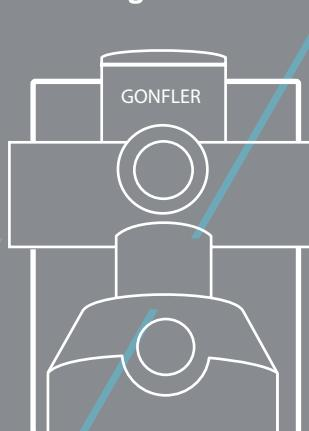

Figure 3.
- Pour utiliser la pompe pour le gonflage, fixez le tuyau en tournant dans le sens des aiguilles d'une montre sur la sortie d'air de la pompe étiquetée inflate - **Figure 3**. Pour utiliser la pompe pour le dégonflage, fixez le tuyau en tournant dans le sens des aiguilles d'une montre sur la sortie d'air de la pompe étiquetée deflate. **Figure 4**